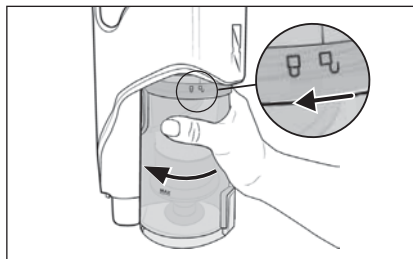

Abb. 22
- 2) Um den Schmutzbehälter **7** vom Gerät zu entfernen, drehen Sie ihn in Richtung des Symbols  (öffnen), bis er sich vom Gerät lösen lässt (siehe Abb. 22).